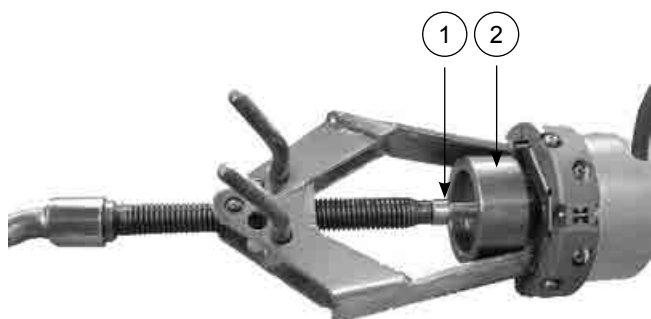

Fig. 8 : Extracteur
- Récupérer la rondelle entraîneur de codeur (repère 2 fig. 8) à l'aide d'un extracteur de roulement (fig. 8) et d'une vis CHc M6 X 30 (repère 1 fig. 8) vissée dans le bout d'arbre conique du codeur.